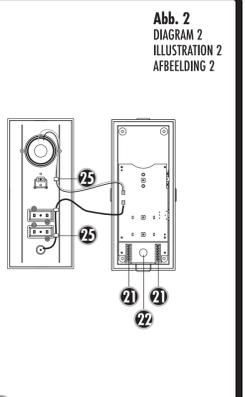
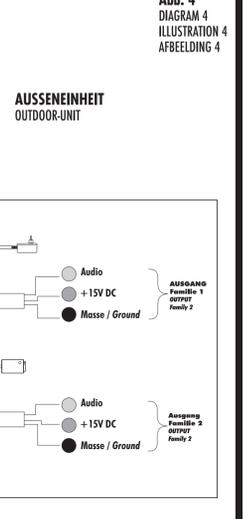

Abb. 2 DIAGRAM 2 ILLUSTRATION 2 AFBEELDING 2
Abb. 5 DIAGRAM 5 ILLUSTRATION 5 AFBEELDING 5
- 1. Um das Frontcover wieder auf die Außenstation setzen zu können, legen Sie das Leuchtfeld mit Beschriftung an die korrekte Stelle der Außenstation und fixieren Sie es mit den beigelegten Klebstreifen (24). Siehe dazu Abb. 2. 2. Die Namensschilder in das Frontcover legen und von vorne mit einem Klebstreifen in Position halten. 3. Setzen Sie das Frontcover schräg von oben auf die Außenstation, die hinteren Metallteile muss dabei hinter das Gehäuse der Außenstation greifen. 4. Schieben Sie das Frontcover dann vorsichtig über die Außenstation und drehen Sie die beiden Befestigungsschrauben (23) wieder in das Gehäuse.
- 1. Suchen Sie sich eine geeignete Stelle zur Montage der Inneneinheit(en) und verlegen Sie die Leitungen bis dorthin. 2. Heben Sie das Frontcover der Inneneinheit ab, indem Sie den unteren Haltebügel (16) leicht nach innen drücken und dabei das Frontcover nach vorne ziehen (siehe Abb. 2). 3. Mitten an den Seiten der Inneneinheit befinden sich ebenfalls zwei Haltebügel. Ziehen Sie das Frontcover vorsichtig ab. Achten Sie darauf, dass die Leitungen von Mikrofon und Lautsprecher nicht abreißen. Die Leitungen sind mit Steckern auf der Hauptplatte besteckt. Die Stecker können zur leichteren Montage abgezogen werden. 4. Für die Einführung der Leitungen in das Gehäuse befindet sich unten - mittig zwischen den Anschlussklemmen - ein Loch im Gehäuse (22). 5. Bohren Sie anhand der Bohrschablone vier Löcher (Ø 6 mm) in die Wand. Dazu richten Sie die Bohrschablone mit einer Wasserwaage gerade an der Stelle der Wand aus, an der die Inneneinheit montiert werden soll. 6. Fixieren Sie die Bohrschablone dann mit Klebeband und bohren Sie anschließend die vier Löcher. 7. Entfernen Sie die Bohrschablone wieder und stecken Sie in jedes Loch einen der mitgelieferten Dübel. 8. Führen Sie die Anschlussleitung jetzt durch das Loch im Gehäuseboden der Inneneinheit und verschrauben Sie das Gehäuse mit vier Schrauben an der Wand. 9. Jetzt können Sie die Leitungen bezüglich der richtigen Länge schneiden und an den entsprechenden Anschlussklemmen anschließen. Siehe dazu auch Abb. 5. 10. Stecken Sie danach die Stecker von Mikrofon und Lautsprecher in die entsprechenden Buchsen auf der Hauptplatte (der weiße Stecker des Lautsprechers in die weiße Buchse und den schwarzen Stecker des Mikrofon in die schwarze Buchse). Im Frontcover befinden sich Halter (25), die die Mikrofon- und Lautsprecherhalter in Position halten sollten. Achten Sie darauf, dass die Kabel von diesen Haltern gehalten werden. 11. Jetzt kann das Frontcover aufgesetzt werden. Achten Sie darauf, dass die Haltebügel sicher einrasten.